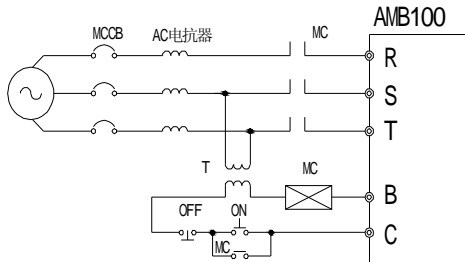

图 3-4 接入输入断路器
- ① MCCB 的容量应为变频器额定电流的 1.5~2 倍。
- ② MCCB 的时间特性要满足变频器的过载保护（150%的额定电流/1分钟、200%的额定电流/1秒钟）特性。
- ③ MCCB 与两台以上变频器或其他设备共用时，可按图 3-4 连接，将变频器故障输出继电器的触点接入电源接触器将输入电源断开。